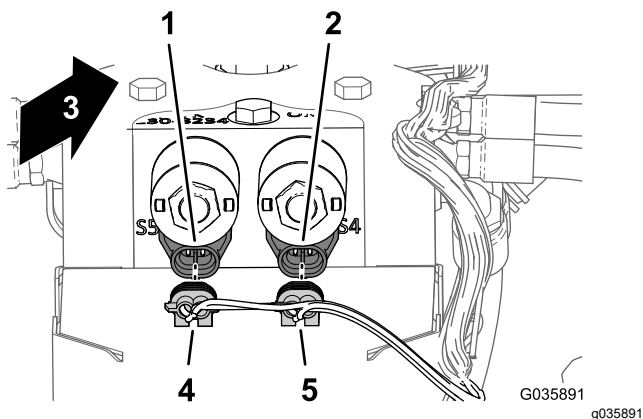

Figura 27
2. En la parte trasera del distribuidor del cilindro de elevación, conecte los 2 conectores eléctricos del arnés de cables para el brazo Sonic Boom a los solenoides para controlar la activación del brazo, tal y como se muestra en la Figura 27.